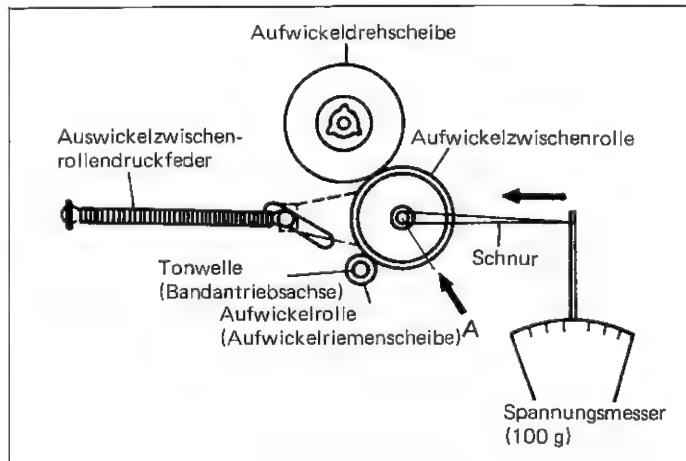

Abbildung 35-2
■ EINSTELLUNG DES AUFWICKELZWISCHENROLLEN-DRUCKES (Siehe Abbildung 35-2.)